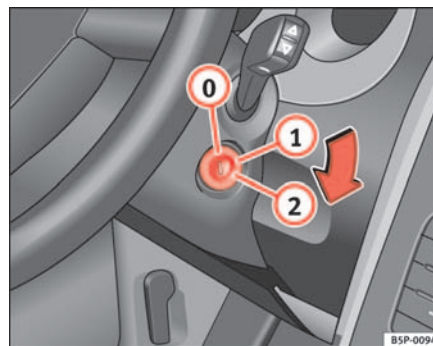

Fig. 115 Posiciones de la llave de contacto
En esta posición ⇒ **fig. 115** el encendido y el motor están desconectados pudiéndose bloquear la dirección.
- Gire la llave de contacto hasta la posición ⇒ **página 163, fig. 115** ①. El testigo  se encenderá en caso de precalentamiento del motor.
- En cuanto se apague el testigo, gire la llave de encendido a la posición ② para poner en marcha el motor y no pise el acelerador.
- Gire la llave de contacto a la posición ⇒ página 163, fig. 115 .